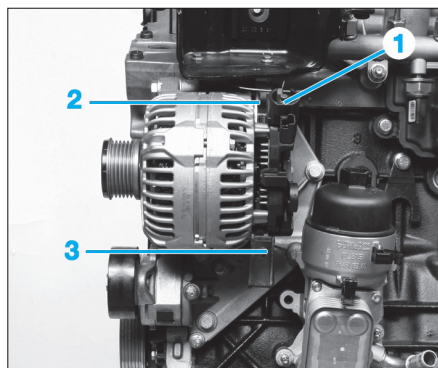

Fig. 7
- Déposer l'écrou (1) et écarter la cosse électrique de l'alternateur (Fig.7).
- Déposer la vis (2).
- Desserrer la vis (3) d'1/4 de tour.